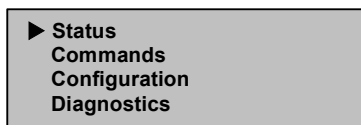

Figura 55: Menú principal
1. En el menú principal, desplácese a Status (Estado). (Consulte la Figura 55.)